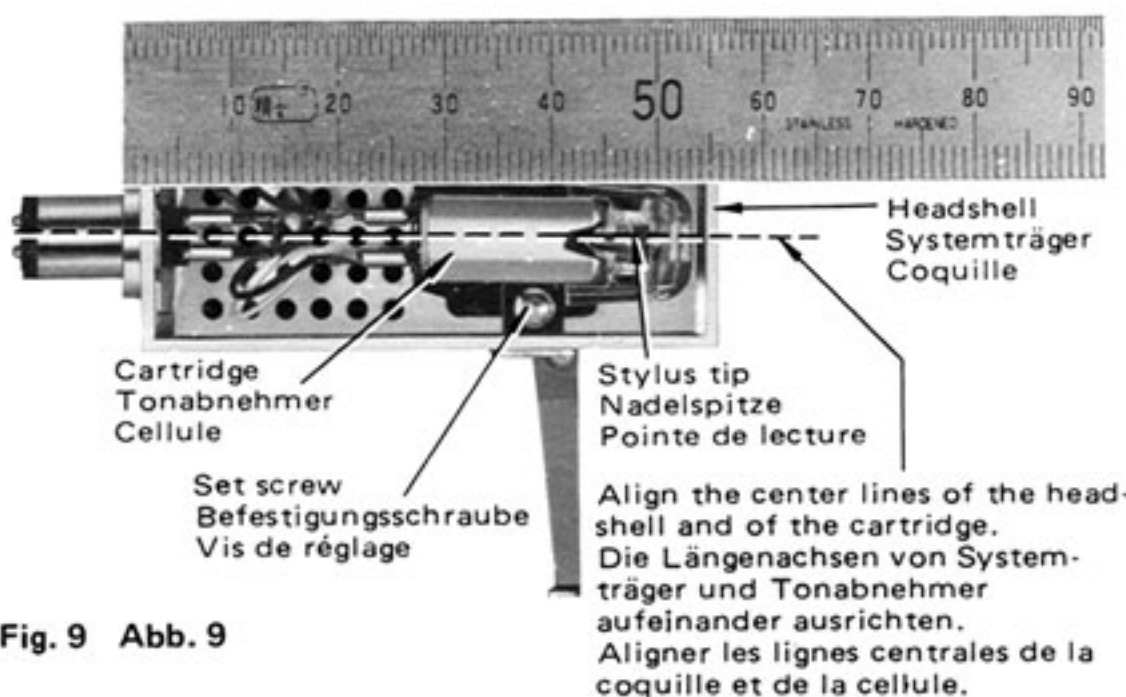

Fig. 9 Abb. 9
• Overhang Adjustment (Fig. 9)
To obtain optimum overhang, when mounting the cartridge, first align the cartridge's longitudinal axis to that of the headshell and position the cartridge so that the distance between the headshell's end face and the stylus tip equals 48 mm as shown in Fig. 9.
• Einstellung des Überhangs (Abb. 9)
Um den optimalen Überhang zu erhalten, richten Sie beim Einbau des Tonabnehmers in den Systemträger die Längsachse des Tonabnehmers auf die des Systemträgers aus und drehen den Tonabnehmer so, daß der Abstand zwischen der Stirnfläche des Systemträgers und der Abtastnadelspitze 48 mm beträgt, wie Abb. 9 zeigt.
• Réglage de la distance axe/pointe de lecture (Fig. 9)
Afin d'obtenir la distance axe/pointe de lecture optimale lors du montage de la cellule, aligner d'abord l'axe longitudinal de la cellule sur celui de la coquille et placer ensuite la cellule de sorte que la distance entre l'extrémité de la coquille et la pointe de lecture soit de 48 mm tel qu'il est indiqué dans Fig. 9.